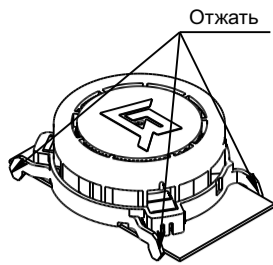

Рисунок 4
- отжать замки на дымовой камере (рисунок 4) и снять ее;**Внимание! Плата на основании закреплена неразъемно! При снятии дымовой камеры не следует пытаться снять её вместе с платой.**